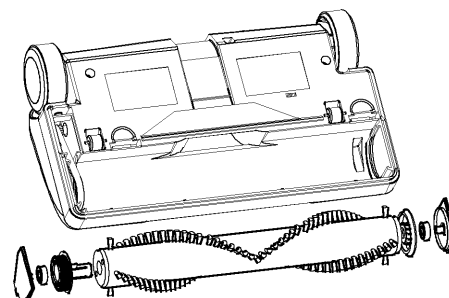

Figura 9
3. Quite los ejes con cojinetes de cada extremo del cepillo y límpielos. Observe que los ejes no son simétricos. El inclinado pertenece al engranaje del cepillo (lado de correa dentada) (como se ilustra en la Figura 9).